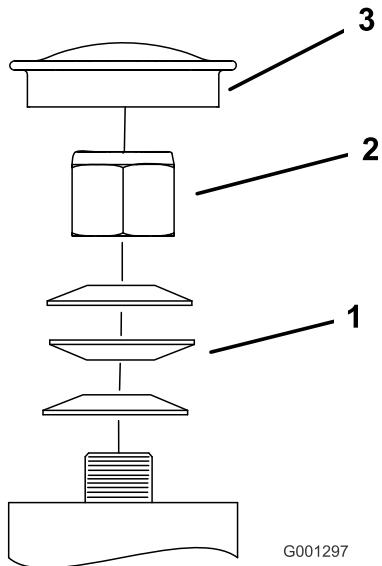

Figure 57
3. Retirez le capuchon antipoussière de la roue pivotante et serrez le contre-écrou (Figure 57).
- Continuez de serrer le contre-écrou jusqu'à ce que les rondelles élastiques soient aplatis, puis desserrez-le de 1/4 de tour pour obtenir la précharge correcte des roulements (Figure 57).
Important: Veillez à placer les rondelles comme illustré (Figure 57).
- Remettez le capuchon antipoussière en place (Figure 57).